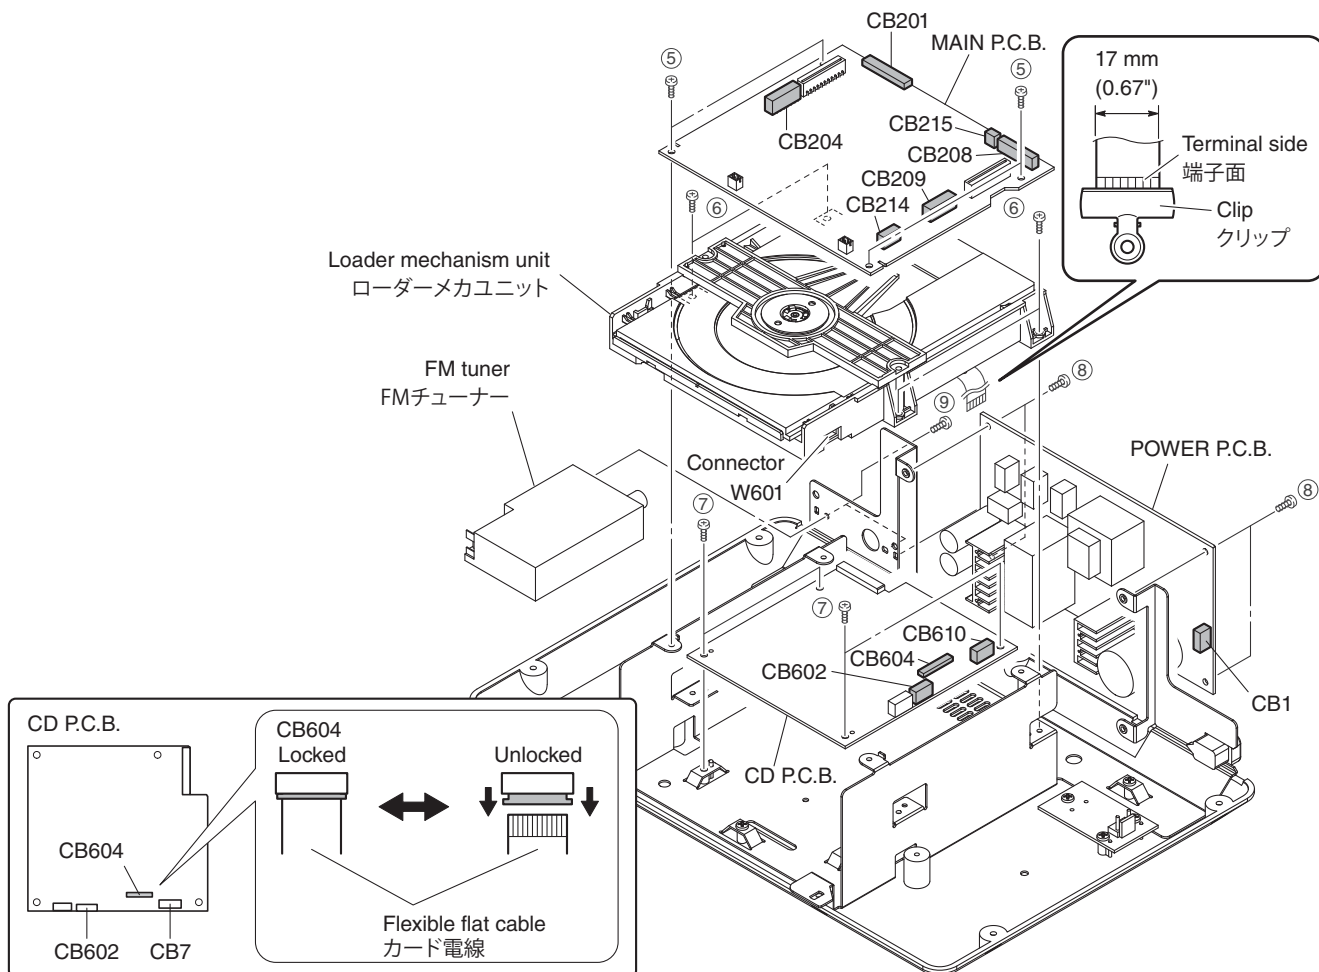

Fig. 3
- a. Remove 4 screws (⑤). (Fig. 3)
- b. Remove CB201, CB204, CB208, CB209, CB214 and CB215. (Fig. 3)
- c. Remove the MAIN P.C.B.. (Fig. 3)
- a. Remove 4 screws (⑥). (Fig. 3)
- b. Pull up the loader mechanism unit gradually. (Fig. 3)
- c. Remove CB602 and connector W601. (Fig. 3)
- d. Unlock and remove CB604, and ground the terminal side of the flexible flat cable with a clip or the like. (Fig. 3)
- e. Remove the loader mechanism unit. (Fig. 3)
- a. Remove 4 screws (⑦). (Fig. 3)
- b. Remove CB610. (Fig. 3)
- c. Remove the CD P.C.B.. (Fig. 3)
6. Removal of POWER (1) P.C.B.
- a. Remove 4 screws (⑧). (Fig. 3)
- b. Remove CB1. (Fig. 3)
- c. Remove the POWER (1) P.C.B.. (Fig. 3)
- a. Remove 2 screws (⑨). (Fig. 3)
- b. Remove the FM tuner. (Fig. 3)
- a. ⑤のネジ4本を外します。(Fig.3)
- b. CB201、CB204、CB208、CB209、CB214、CB215を外します。(Fig.3)
- c. MAIN P.C.B.を取り外します。(Fig.3)
- a. ⑥のネジ4本を外します。(Fig.3)
- b. ローダーメカユニットをゆっくり持ち上げます。(Fig.3)
- c. CB602、コネクタ W601を外します。(Fig.3)
- d. ロックを解除してCB604を外し、カード電線の端子面をクリップ等でアースします。(Fig.3)
- e. ローダーメカユニットを取り外します。(Fig.3)
- a. ⑦のネジ4本を外します。(Fig.3)
- b. CB610を外します。(Fig.3)
- c. CD P.C.B.を取り外します。(Fig.3)
6. POWER (1) P.C.B. の外し方
- a. ⑧のネジ4本を外します。(Fig.3)